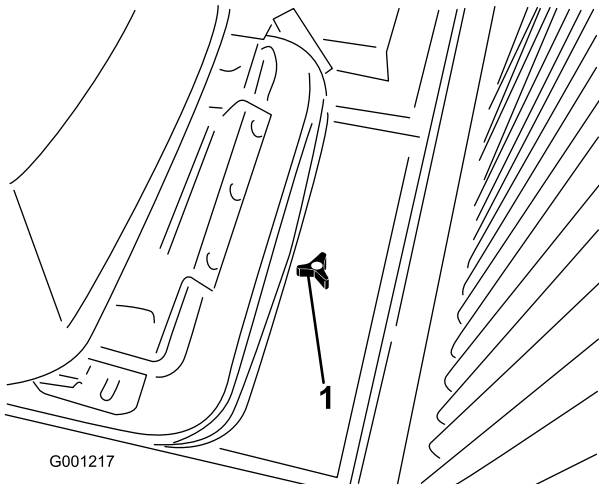

Figura 31
1. Afloje el pomo y retire la tapa de acceso en la parte de atrás de la placa de montaje del asiento (Figura 31).